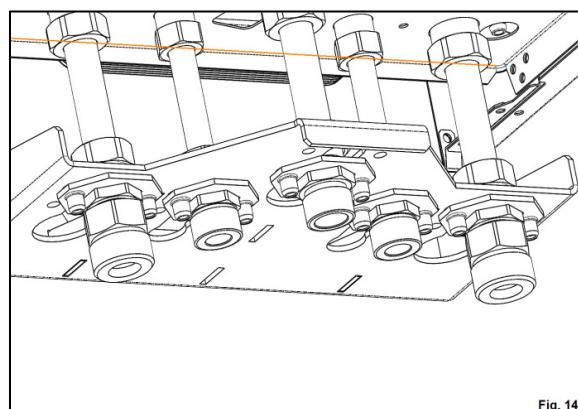

Fig. 14
**9.** Se atașează partea cu filet interior, a racordurilor olandeze L1, la racordurile F, asigurându-se etanșarea cu șnur de cânepe (Fig. 14).